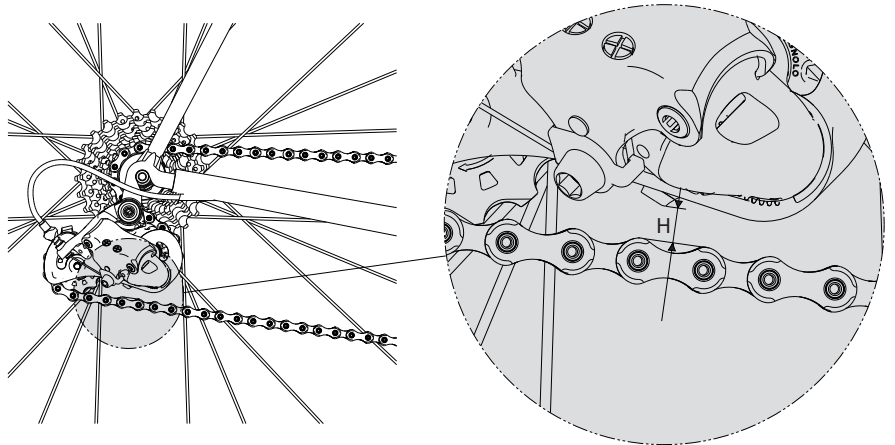

Fig.2
• Calculer la bonne longueur de la chaîne en la disposant sur les plus petits pignon et plateau, puis vérifier que la distance H (Fig. 2), entre la partie inférieure du train de galets et la partie supérieure de la chaîne, soit d'environ 10 - 15 mm.